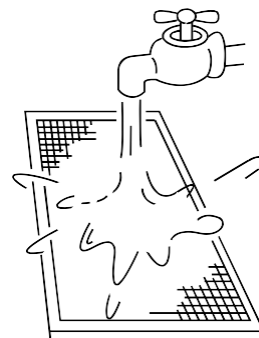

Abb. 6-4
- Bei der Reinigung mit Wasser sollte die Lufteinlassseite nach unten zeigen. (siehe Abb. 6-4)